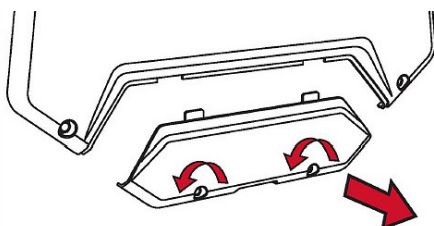

Fig. 7: Abra la tapa
Paso 1: Afloje los tornillos del lado izquierdo de la cubierta de mantenimiento (Fig. 7) y retírelos.